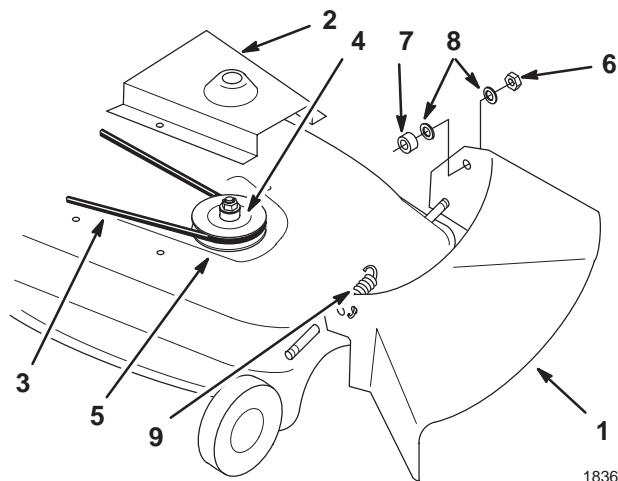

Figure 3
1. Déposez le déflecteur du plateau de coupe (Fig. 3).
2. Déposez le couvercle de courroie du côté droit (Fig. 3).